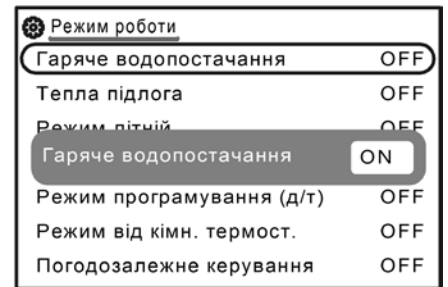

Рисунок 9 Вікно «Гаряче водопостачання»
**«Гаряче водопостачання»** Для входу в пункт натисніть кнопку ОК, у вікні «Гаряче водопостачання» (рисунок 9) за допомогою кнопки Верх переведіть режим в стан ON (вкл.);